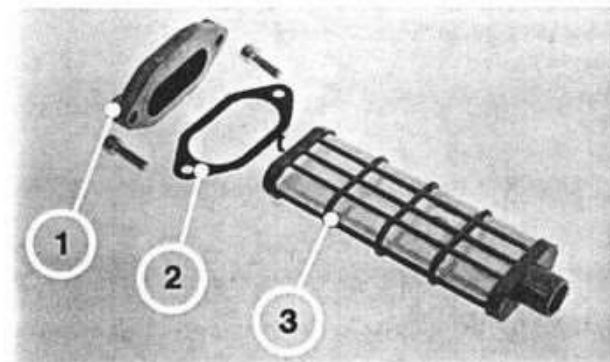

Fig. 7
**FILTRO OLIO (Fig. 7)**
**OIL FILTER (Fig. 7)**